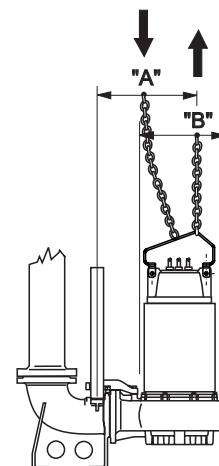

Fig. 2
- 1.5. - Si desea extraer la electrobomba de su alojamiento, primero debe desconectar los cables eléctricos del panel de control y levantarla como se indica en la página 61 (Fig.2). Lavar con un chorro de agua limpia el externo y el interno de la bomba, eliminando todo posible residuo de líquido bombeado, usando para ello gafas de prevención de accidentes, guantes de goma, máscaras y trajes impermeables.